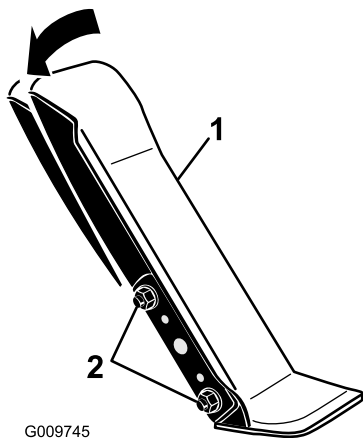

Figura 87
1. Desaperte as duas porcas e parafusos que fixam o lado esquerdo do pedal de tração ao suporte (Figura 87).
2. Rode o pedal para o ângulo de funcionamento pretendido e aperte as porcas (Figura 87).